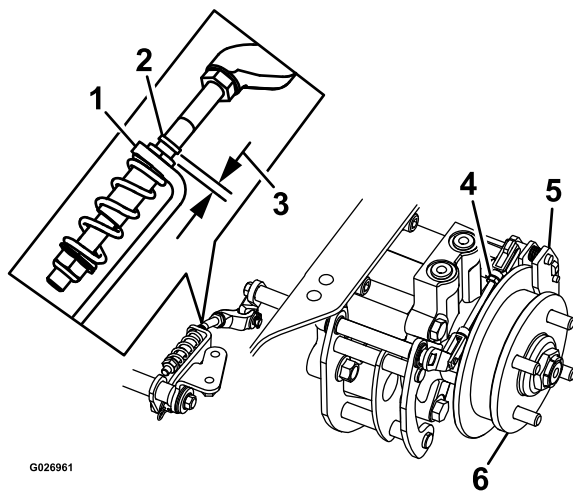

Figura 84
8. Verifique para ver se existe uma folga visível entre o suporte em L e o batente da união (Figura 84).